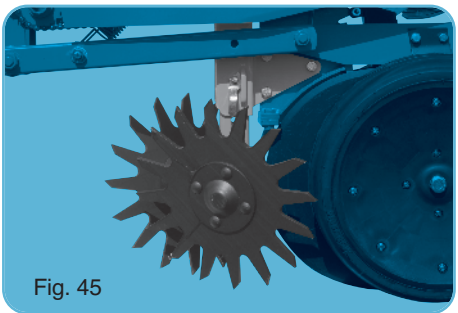

Fig. 45
- Chasse débris rotatif (fig. 45).
- Trash wheel (fig. 45).